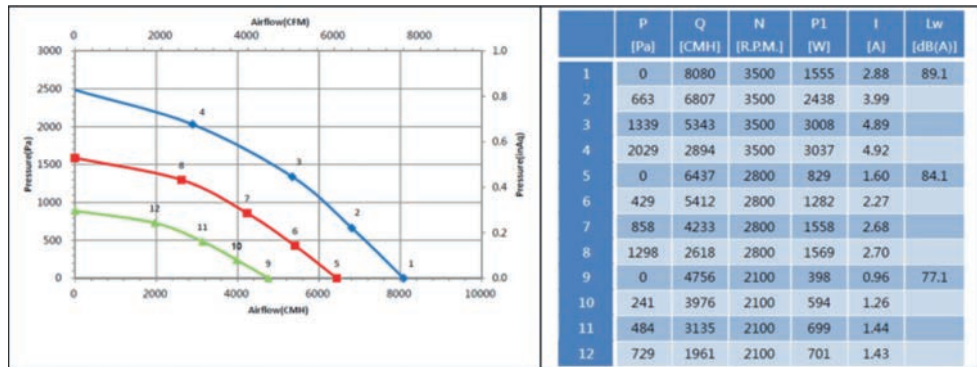

Bild 2: Hersteller geben für ihre Lüfter in der Regel mehrere Kennlinien für den Betrieb bei unterschiedlicher Drehzahl an.
Solche Kennlinien zeigt Bild 2. Auf der X-Achse ist der Luftstrom und auf der Y-Achse der Druck (in den Einheiten Pa und inAq) abgetragen. Es ist zu erkennen, dass der Druck am höchsten ist, wenn der Luftstrom gleich Null ist. Dann arbeitet der Lüfter mit hohem Widerstand gegen den Luftstrom, es entsteht der maximale statische Druck (P_E). Gleichzeitig ist der dynamische Druck (P_D) gleich Null, das heißt, es wird kein Luftstrom erzeugt. An diesem Punkt ist $P_T = P_E$.
Bild 2 zeigt ebenfalls, dass bei einem Druck von Null im Lüfter der maximale Luftstrom
Für die Berechnung des Betriebspunkts (OP) eines Lüfters empfiehlt sich die Abstimmung mit dem Hersteller, da dieser über die notwendigen technischen Mittel zur Durchführung von Simulationen verfügt. Doch er lässt sich annäherungsweise auch durch Berechnungen bestimmen. Um den Betriebspunkt mit dem geringsten Stromverbrauch zu ermitteln, sind die Leistungsaufnahme und Stromwerte, die in der Tabelle in Bild 2 aufgeführt sind, wichtige Daten.